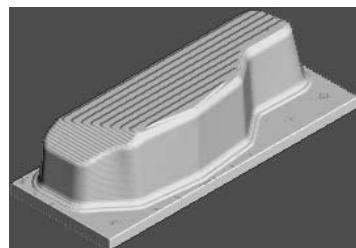

图 5-59 仿真加工结果 1
2) 在“仿真”工具栏的“当前刀具路径”下拉列表中选择要模拟的刀具路径 rough，然后单击“执行”按钮，系统开始自动仿真加工，仿真加工结果如图 5-59 所示。